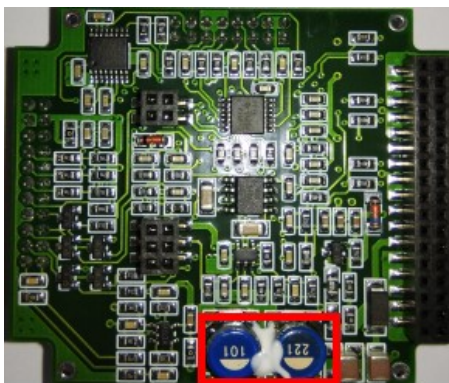

图 6
1. 拷机后，拆卸驱动器，在控制板上的电感 101 和电感 221 中间点胶固定（图 6）；	使用 704 硅橡胶。